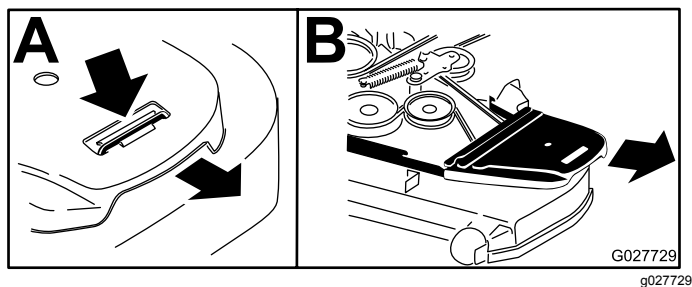

Figura 81
6. Retire as coberturas da correia e os parafusos presos a elas (Figura 81).